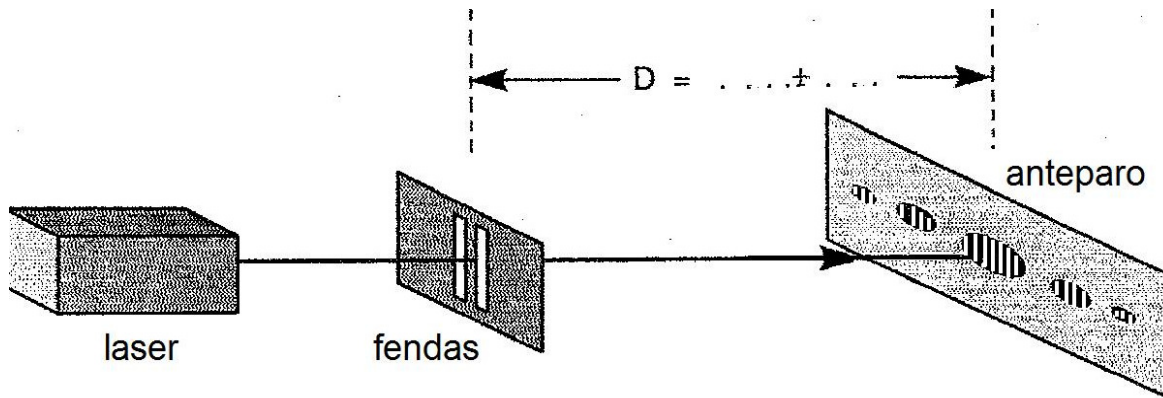

Fig. 5 – Arranjo experimental para medidas de difração da luz por fenda dupla.
4.2 Na Fig. 5 está o esquema da montagem experimental. Para encontrar as distâncias entre os máximos de interferência, vamos medir primeiramente as posições dos mínimos de difração (h) e dividir as distâncias pelo número de máximos de interferência nesse intervalo.